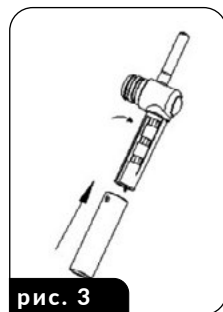

рис. 3
1. Размещайте маленькие чашки на выдвигаемой подставке (6) после ее выдвижения.
2. Два больших отверстия в подставке (6) и решетке (9) расположены непосредственно под отверстиями выхода кофе из колбы, и они указывают, как правильно размещать две небольшие чашки.
3. Размещайте большую чашку непосредственно на решетке поддона для капель (9) – в таком случае подставка (6) должна располагаться внутри устройства.
**ВНИМАНИЕ! Во время заваривания кофе КАПУЧИНО и ЛАТТЕ убедитесь, что вы отрегулировали сопло вспенивающей трубки (22). Можно также отрегулировать длину сопла трубки, подающей вспененное молоко, чтобы, блокируя ее на разных уровнях установки длины, подогнать к разным размерам чашек (рис.3).**